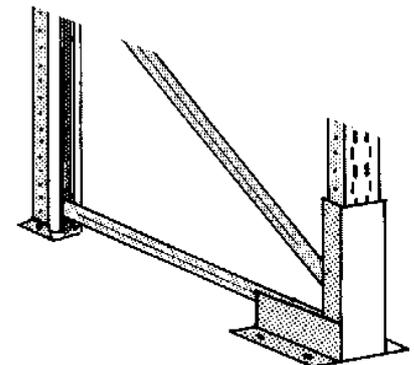

Abbildung 15
e) Die Regale müssen an ihren Eckbereichen und an Durchfahrten mit einem am Boden befestigten Rammenschutz gesichert werden (Abb.15).